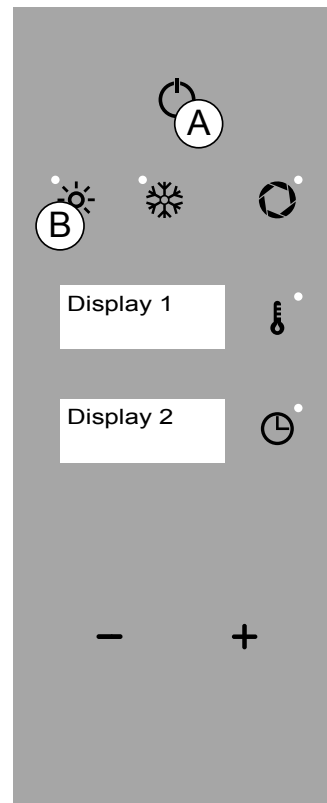

Fig.1
- Modalidade "DESLIGADO": visualização relógio (Fig.1 Ecrã 2).
- Modalidade "STAND BY": visualização nome forno e relógio (Fig.1 Ecrã 1 e 2).
- Modalidade "MENU PRINCIPAL": função "CONVECÇÃO" ativa (Fig.1/B), temperatura 180° C (Fig.1 Ecrã 1) e tempo 0:00 (Fig.1 Ecrã 2).
Em modalidade "STAND BY" depois de 15 minutos de inatividade o forno passa à modalidade "DESLIGADO". Na modalidade "seleção da função" ou "seleção do parâmetro" depois de 5 segundos de inatividade, o forno memoriza a função ou valor visualizado (Fig.1 Ecrã 1-2).
Ao concluir o tempo programado aparecerá a mensagem "END" alternada (Fig.1 Ecrã 1-2). Pressionar duas vezes a tecla "ON/OFF" (Fig 1/A) para voltar à modalidade "STAND BY".